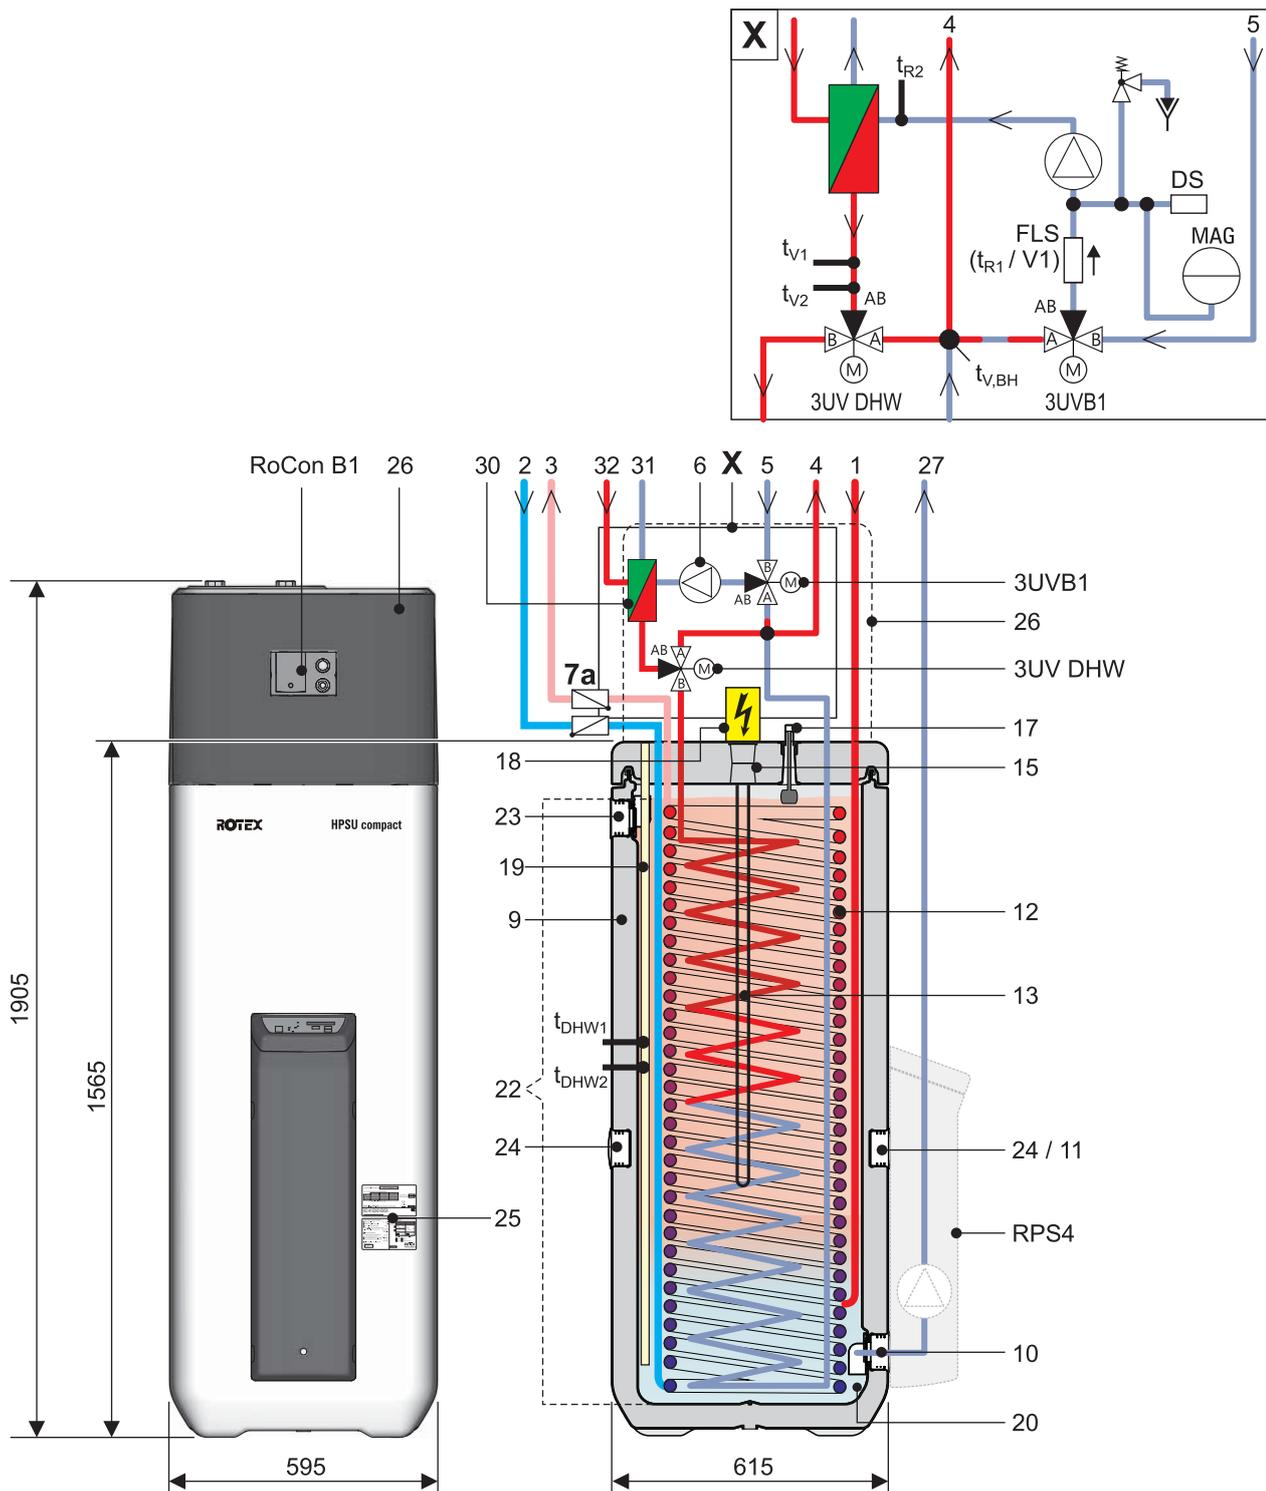
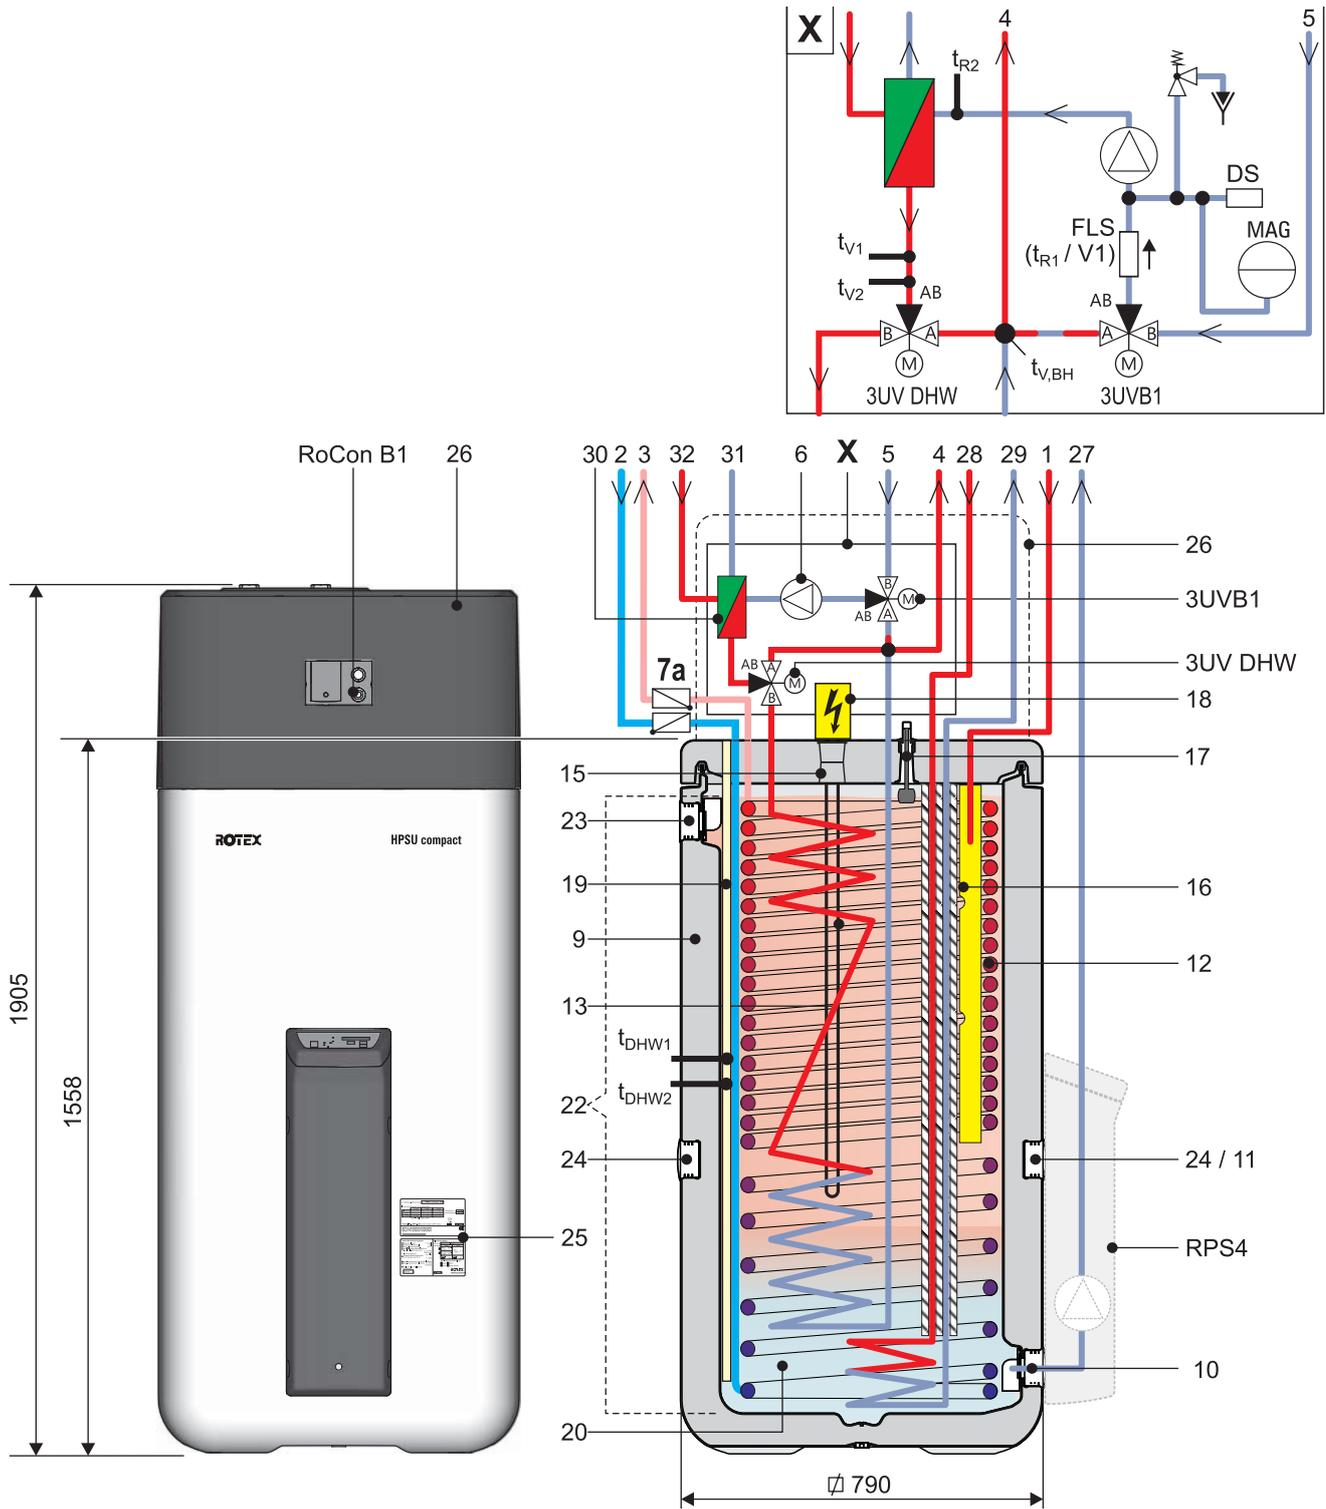

Fig. 3-2 Estructura y componentes ROTEX HPSU compact 304/308 DB (vista exterior y estructura interior)
Fig. 3-5 Estructura y componentes ROTEX HPSU compact 508/516 BIV (vista exterior y estructura interior)
Tab. 3-1 Leyenda para la fig. 3-2 hasta fig. 3-5
- Extraer las pantallas de cubierta (fig. 4-4, pos. B) en el depósito acumulador y sacar las piezas roscadas (fig. 4-4, pos. F) de las aberturas en las que hay que montar las asas (fig. 3-2 a fig. 3-5, pos. 24).